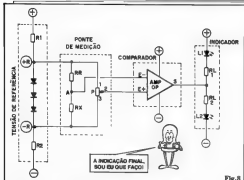

Fig. 8
- FIG. 8 - O CIRCUITO - COMO FUNCIONA - Na análise funcional do circuito do OHMÍMETRO, podemos dividir o circuito basicamente em 4 blocos principais, conforme ilustram os boxes delimitados por linhas tracejadas, na figura... Acompanhem as presentes explicações observando, simultaneamente, o "esquema" da fig. 1... O primeiro bloco (aquela, na figura) é o gerador de Tensão de Referência, estruturado sobre a "pilha" de 3 diodos comuns, com um resistor "em cima" (3K3) e outro "em baixo" (idêntico). A função desse bloco é estabelecer uma diferença de potencial tão fixa quanto possível, a partir das próprias "quedas de Tensão" naturais nos diodos (veja-se a "Aula" de ABC nº 3). Esta Tensão de Referência, situada entre 1,8V e 2,1V (não importa precisamente quanto, mas sim a sua perfeita estabilidade...) fica mais ou menos "centrada" (graças à presença dos resistores "em cima e em baixo do totem" com relação aos 9V nominais da alimentação geral e - principalmente, nenca nada, mesmo que a bateria que alimenta o circuito - devido ao uso e ao tempo, tenha sua Tensão "derrubada", digamos por 8V ou mesmo menos...). O segundo bloco é o da "ponte de medição", propriamente. Essa estrutura de "ponte" equilibrada (ou cujo equilíbrio